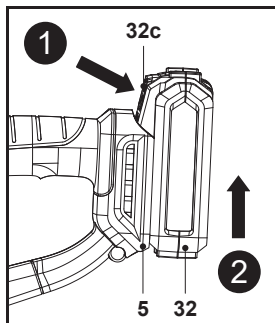

Fig. 18
2. Apasă pe butonul de eliberare (32c) și scoate acumulatorul (32) din portul de conectare (5) (fig. 18).